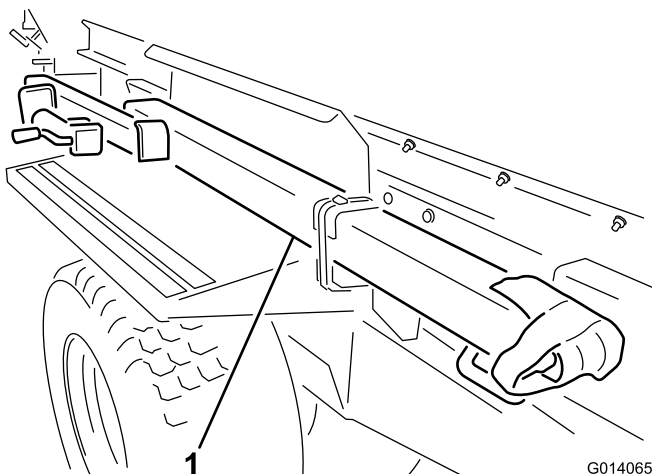

Figura 3
3. Rimuovete l'attacco di traino dalla posizione di spedizione tagliando entrambe le reggette che lo fissano al parafrangente (Figura 3). Rimuovete entrambe le staffe di montaggio dal parafrangente ed eliminatele.